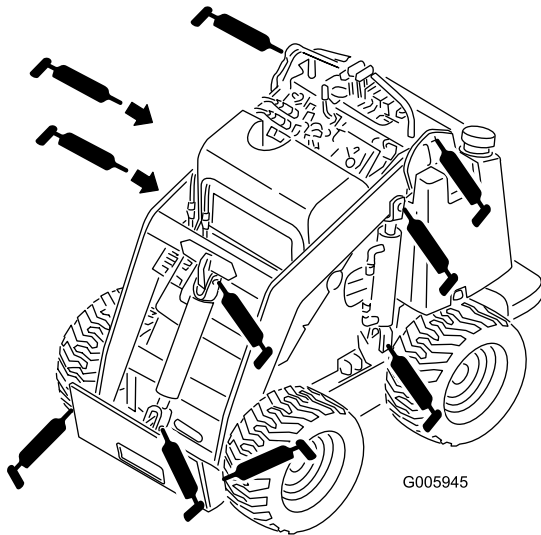
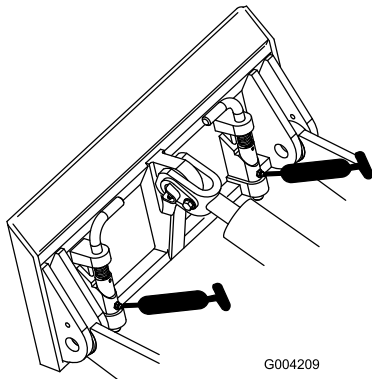

Figura 26
Figura 27
4. Collegate un ingrassatore a pressione a ciascun ingrassatore (Figura 26 e Figura 27).